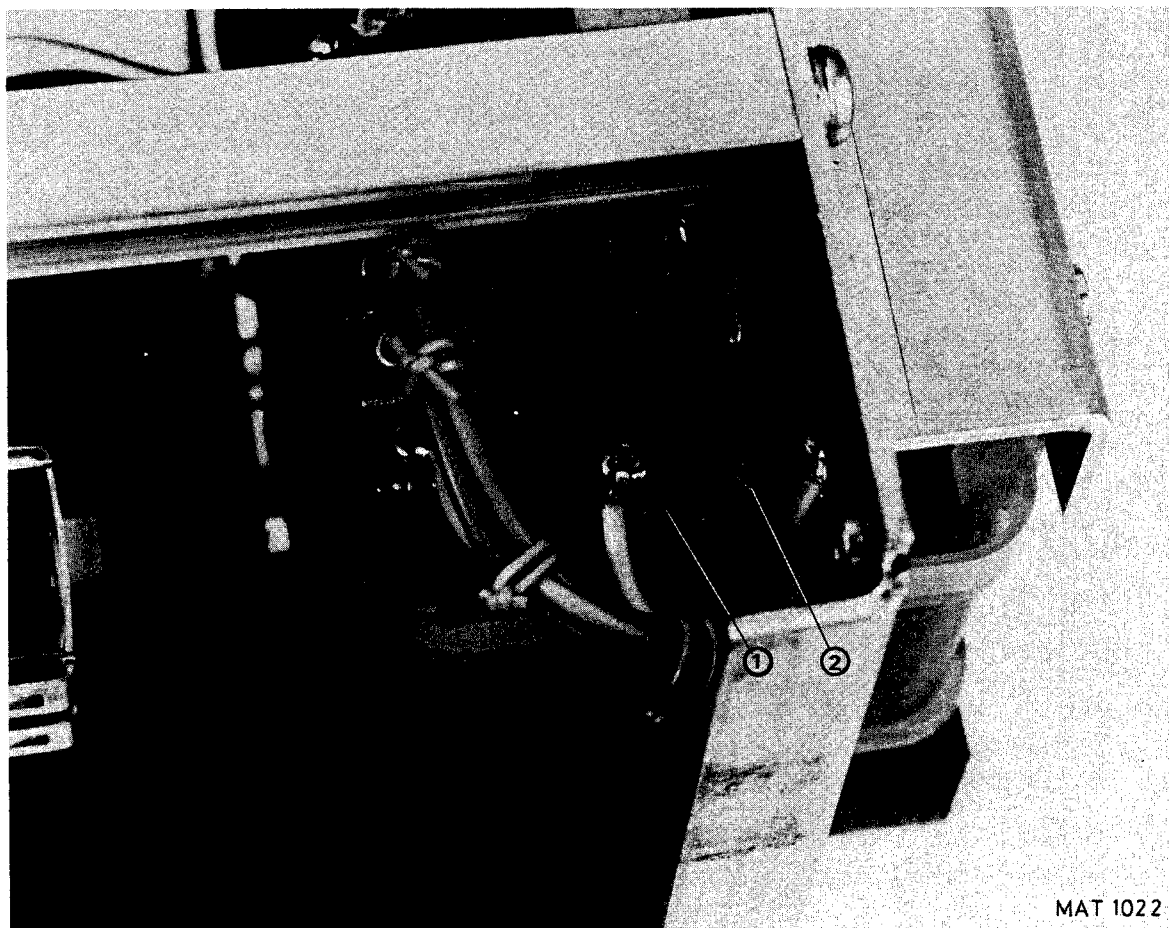

Fig. 6.1.
6.1.1.1. Thermal fuse replacement (Fig. 6.1)